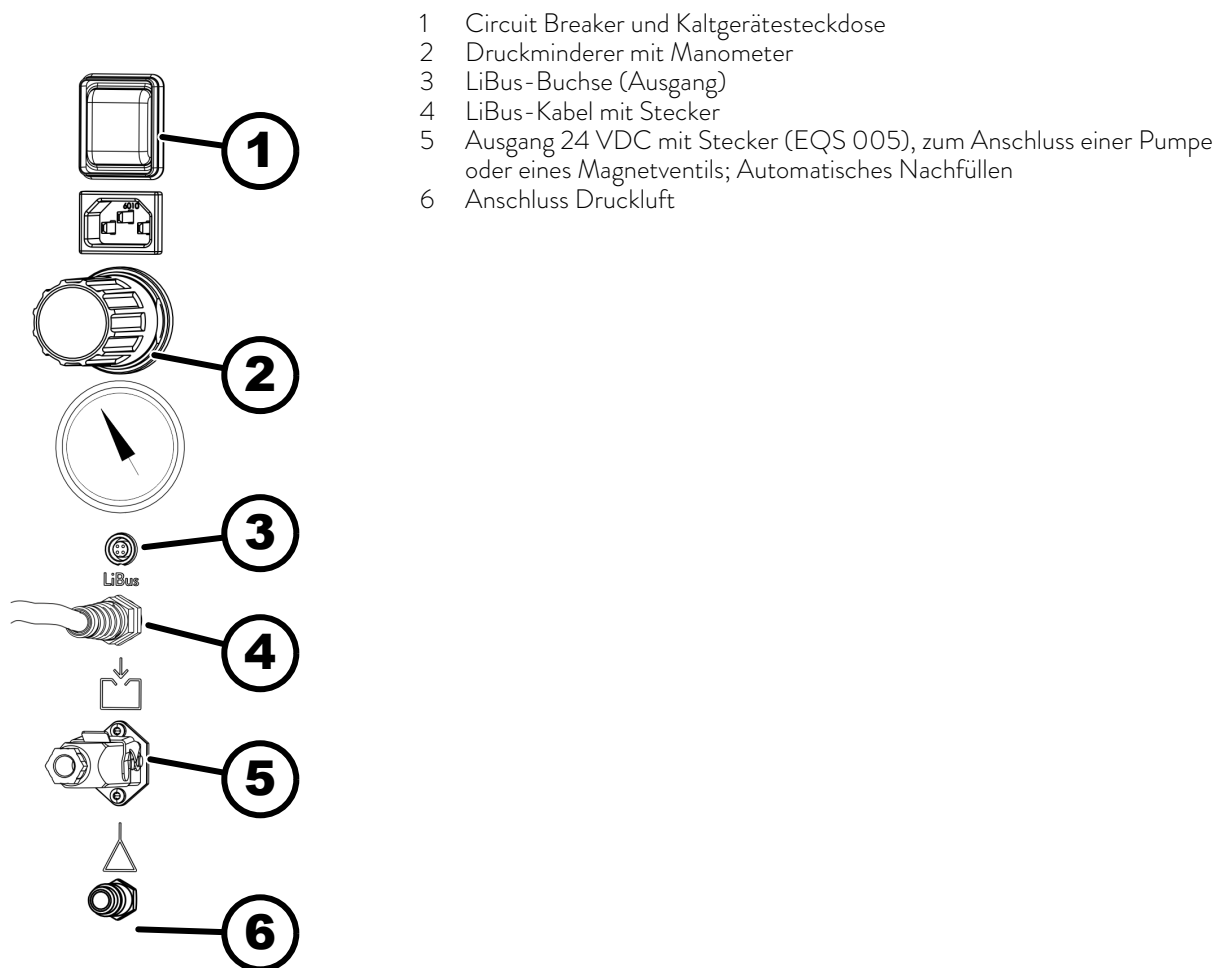

Abb. 4: Versorgungsanschlüsse und Druckminderer
9. Nehmen Sie das LiBus-Kabel (4, Abb. 4) der Befüll- und Entleereinheit und stecken es in die LiBus-Buchse des Integral XT und verschrauben es im Uhrzeigersinn.
10. Stecken und verschrauben Sie den Stecker mit Widerstand (EKS 233) auf die LiBus-Buchse (3, Abb. 4) an der Befüll- und Entleereinheit. Der Stecker dient als Busabschluss für den LiBus.